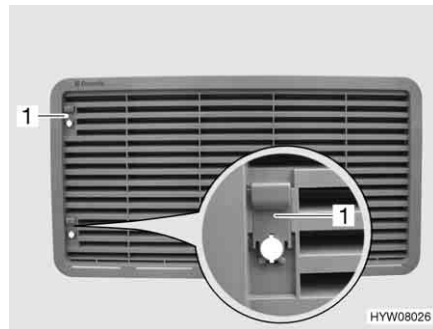
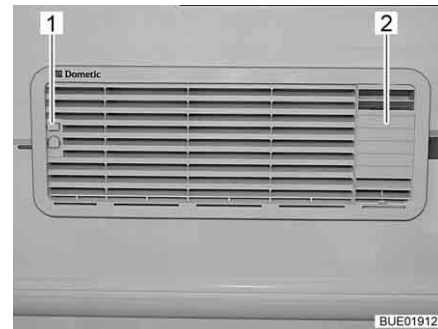

Fig. 173 Rejilla de ventilación del frigorífico (con corredera)
Fig. 174 Rejilla de ventilación del frigorífico (con inserto para conducción de gases de escape)
- Según el diseño, empujar la corredera (Fig. 173,1 ó bien Fig. 174,1) hacia arriba.
- Desenganchar la parte superior del inserto para conducción de gases de escape (Fig. 174,2) y retirar el mismo.